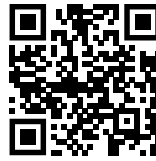

Fig. 148
- ▶ Откройте Liebherr SmartMonitoring Dashboard. (см. Fig. 148)